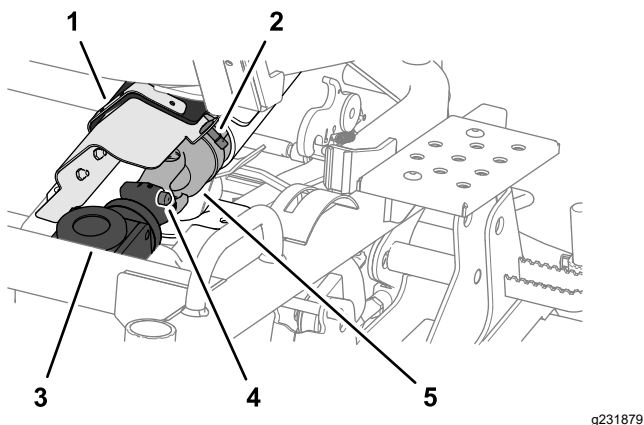

Рисунок 112
- Поверните элемент зажима за четверть оборота и отсоедините крышку крестовины карданного вала от кожуха ремня (Рисунок 112).
- Отсоедините передний конец карданного вала от редуктора деки газонокосилки, нажав подпружиненный штифт, а затем вытянув конец карданного вала назад (Рисунок 112).
- Совместите шлицы вилки крестовины карданного вала со шлицами в муфте редуктора; см. Рисунок 112 в разделе Отсоедините карданный вал от редуктора деки газонокосилки. (страница 83).
- Нажмите на подпружиненный штифт и затем нажмите на конец карданного вала вперед; см. Рисунок 112 в разделе Отсоедините карданный вал от редуктора деки газонокосилки. (страница 83).
- Отпустите подпружиненный штифт и проверьте, зафиксирован ли крестовина карданного вала в редукторе деки газонокосилки; см. Рисунок 112 в разделе Отсоедините карданный вал от редуктора деки газонокосилки. (страница 83).
- Закройте крышку крестовины и прикрепите ее к кожуху ремня с помощью элемента зажима за четверть оборота; см. Рисунок 112 в разделе Отсоедините карданный вал от редуктора деки газонокосилки. (страница 83).